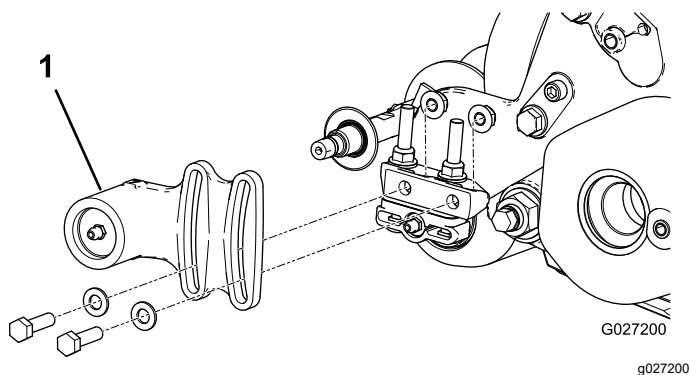
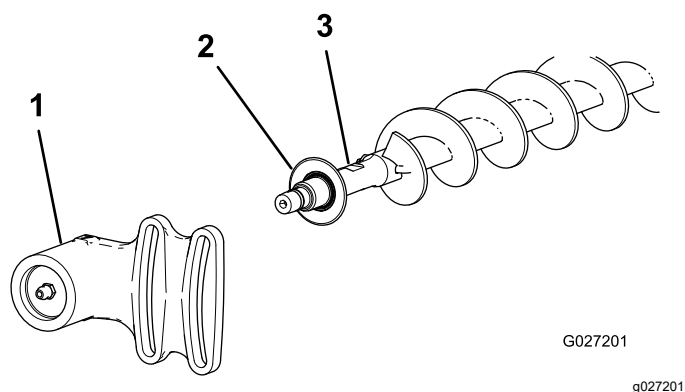

Bild 19
Bild 20
des Lagergehäuses befestigt ist (Bild 19 und Bild 20).
2. Schieben Sie das nicht angetriebene Lagergehäuse und die Abschlussdichtung von der Bürstenwelle (Bild 20).
9. Setzen Sie die Ausschlussdichtung und das nicht angetriebene Lagergehäuse auf die Bürstenwelle (Bild 20).